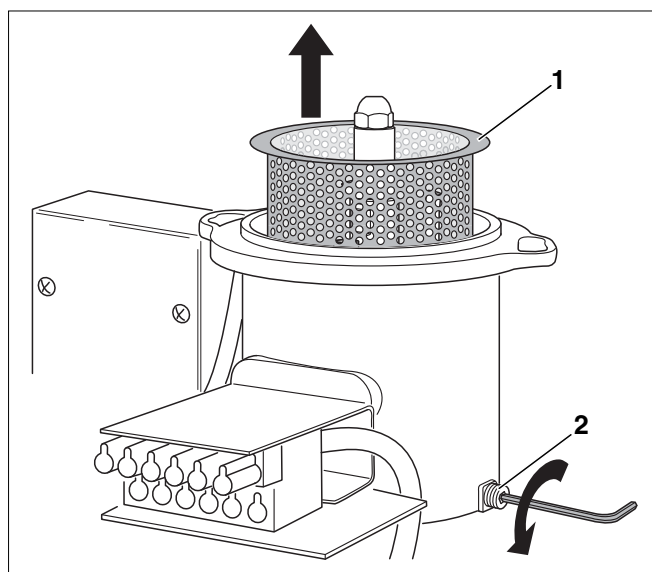

Fig. 47 Desmontar el cilindro de chapa perforada
- Soltar el tornillo de sujeción (fig. 47, **pos. 2**) en la parte exterior de la carcasa.
- Retirar el cilindro de chapa perforada (fig. 47, **pos. 1**).
- Limpiar el cilindro de chapa perforada (fig. 47, **pos. 1**) con una solución de limpieza común (detergente).
- Colocar nuevamente el cilindro de chapa perforada (fig. 47, **pos. 1**) y ajustar el tornillo de sujeción.